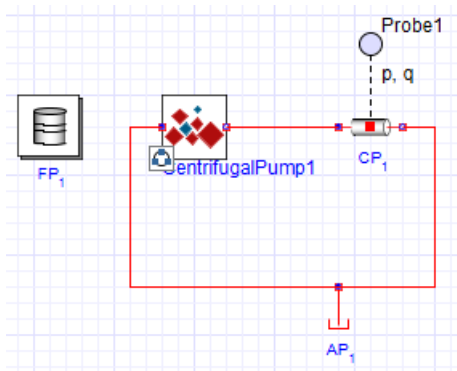

図6.12 遠心ポンプのカスタムコンポーネント
- 20 カスタムコンポーネントをモデルワークスペースにドラッグし、指定されたモデルコンポーネントと表 6.5 「遠心ポンプのコンポーネント」に示す設定を使用して、図 6.12 「遠心ポンプのカスタムコンポーネント」に示すモデルを作成します。